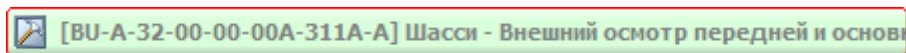

Рис. 7.1
4. Дайте модулю данных название «Шасси – Внешний осмотр передней и основных опор шасси», введите код (Рис. 7.1).